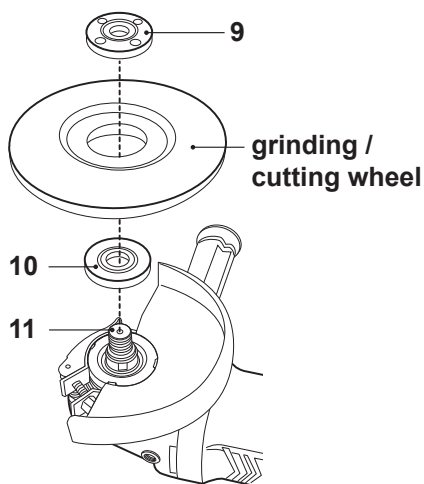

Fig. 12
> Coloque o disco no veio com a etiqueta virada para o produto. O orifício do disco, ao ser colocado no veio, deve encaixar firmemente na secção de relevo do flange de apoio (10) (Fig. 12).